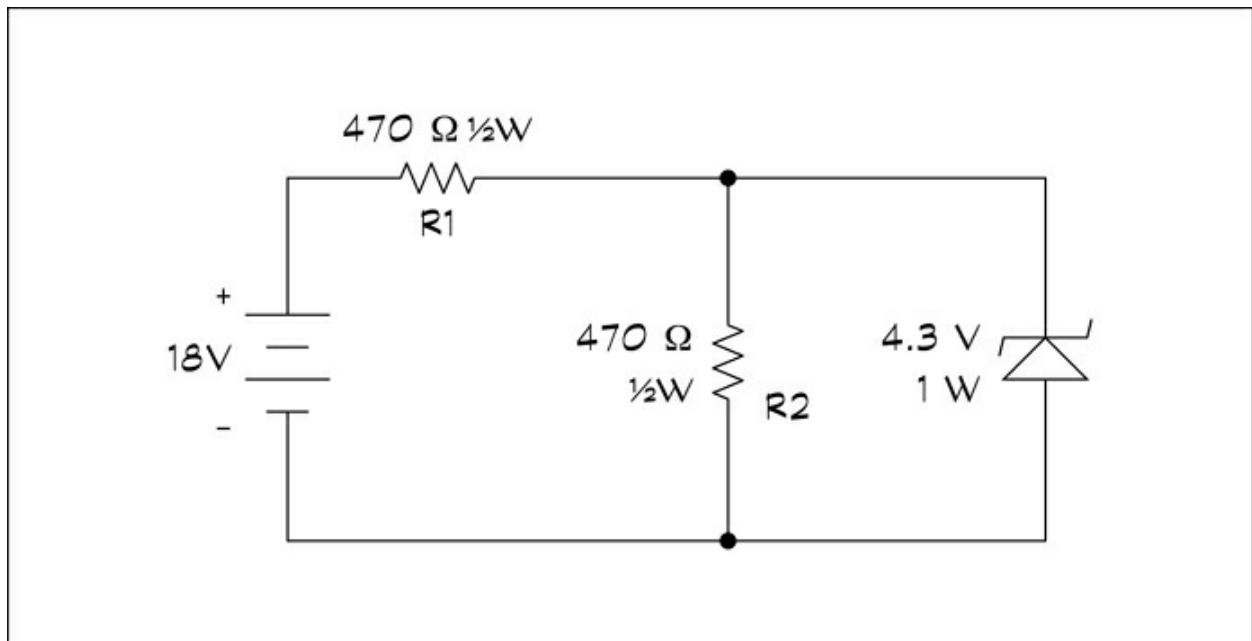

Figura 14.8 L'aggiunta di un diodo Zener regola la tensione che attraversa R2.
4. Ora modificate il circuito come indicato nella **Figura 14.8**, collocando un diodo Zener 4,3 V 1 W (1N4731) in parallelo su R2, con l'anodo (il polo positivo) del diodo connesso al terminale negativo della batteria.